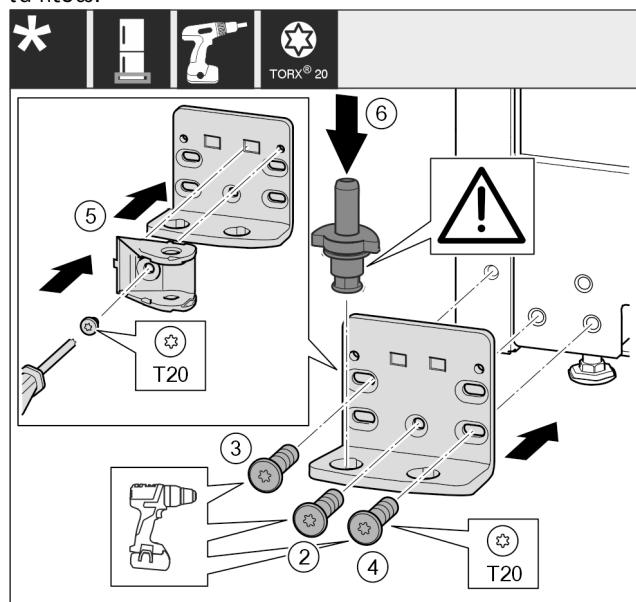

Fig. 21*
- ▶ Εφαρμόστε το στήριγμα στην άλλη πλευρά και βιδώστε το με τη βοήθεια ενός κατσαβιδιού. Αρχίστε με τη βίδα Fig. 21 (2) κάτω στο κέντρο.*
- Σφίξτε τη βίδα Fig. 21 (3) και τη βίδα Fig. 21 (4).*